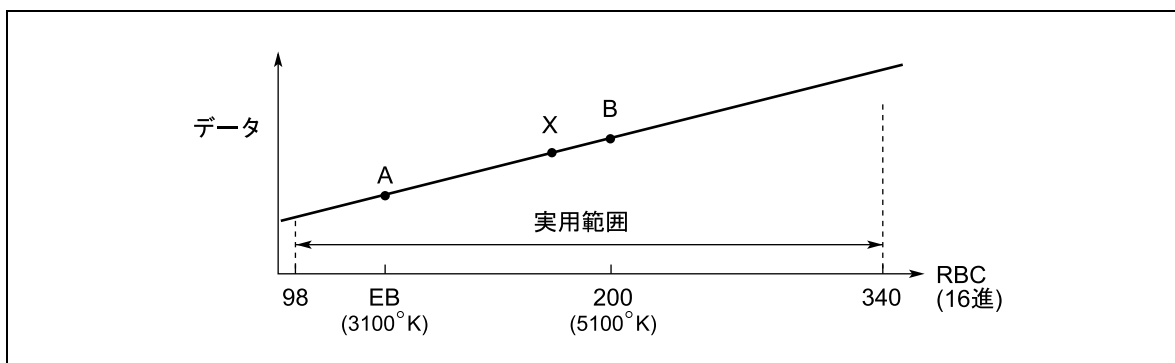

図2.27 色温度変化とデータ制御
(5)で述べた色温度カウンタを用いて、各パラメータを制御します。図 2.27 のように RBC の変化に応じてデータ x を直線近似により変更します。制御するパラメータを表 2.14 に示します。このパラメータの設定によって、撮影環境に応じた AWB 動作が可能になります。